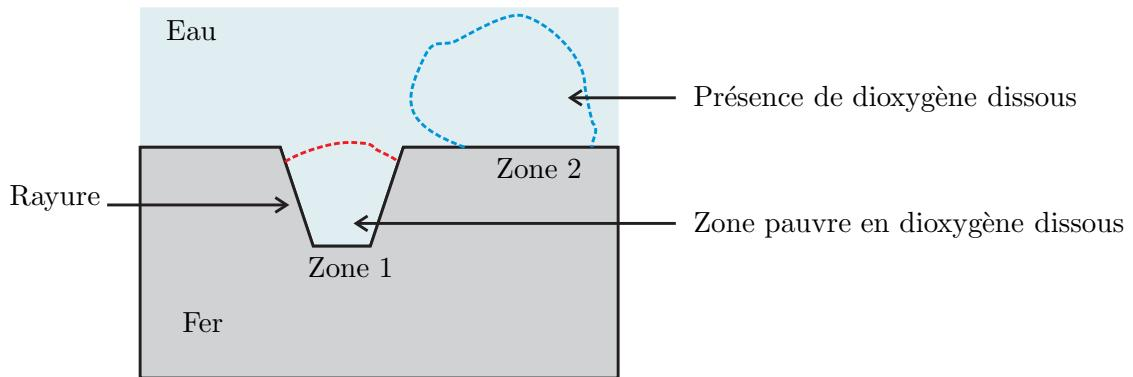

Figure 13 – Corrosion du fer
métal immergé, le métal assurant la circulation des électrons (voir figure 13).
**29.** Repérer, à l'aide de la figure 13, la zone correspondant à la réduction et celle correspondant à l'oxydation. Identifier alors l'anode et la cathode et indiquer sur un schéma le déplacement des électrons dans le métal.